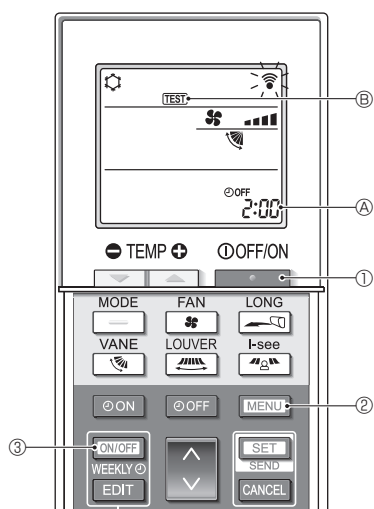
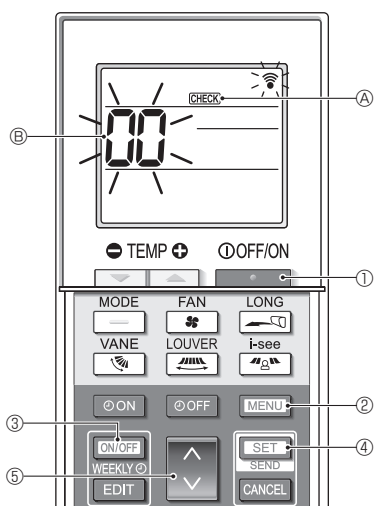

Fig. 7-5
Fig. 7-6
■ Prueba de funcionamiento (Fig. 7-5)
- Pulse el botón ① para detener el acondicionador de aire.
- Si el temporizador semanal está activado (se muestra **WEEKLY**), pulse el botón ③ para desactivarlo (no se muestra **WEEKLY**).
- Pulse el botón ② durante 5 segundos.
- Pulse el botón ②.
- Se muestra **TEST** ⑥ y la unidad entra en el modo de prueba de funcionamiento.
- Pulse el botón ① para detener la prueba de funcionamiento.
■ Autocomprobación (Fig. 7-6)
- Se muestra **CHECK** ④ y la unidad entra en el modo de autocomprobación.
- Pulse el botón ⑤ para seleccionar la dirección del refrigerante (dirección M-NET) ⑥ de la unidad interior para la que desea realizar la autocomprobación.
- Pulse el botón ④.
- Pulse el botón ①.
- CHECK** ④ y la dirección del refrigerante (dirección M-NET) ⑥ se apagan y se completa la autocomprobación.